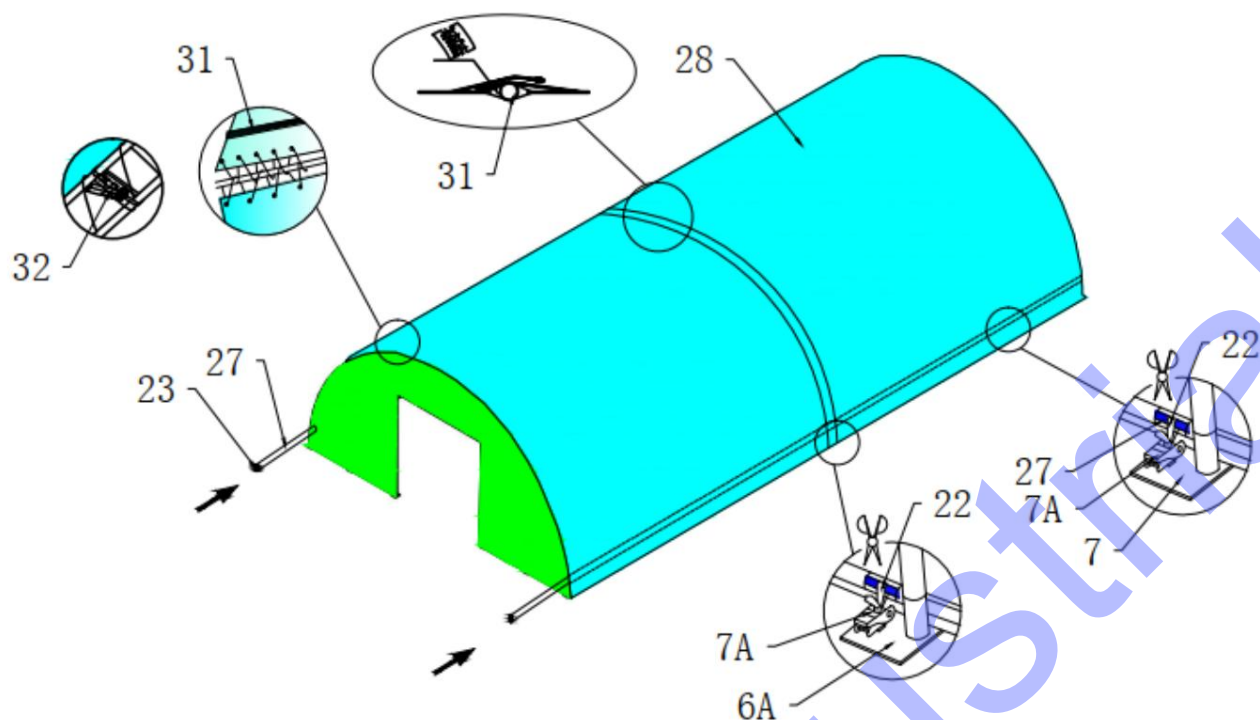

Figure 14
2. Coupez les poches juste au-dessus du cliquet (7A), laissez le tube de tension (27) sortir , utilisez les ceintures n°22 pour nouer du tube sur les cliquets, ajustez ainsi le cliquet pour pouvoir fixer la couverture du toit.
3. Pour le modèle 4010020, la couverture de toit est composée de 2 pièces. Il y a donc un tube en PVC n° 32 qui doit être inséré dans la poche de couverture pour faciliter l'attache sur le cadre en acier. (Figure 14)